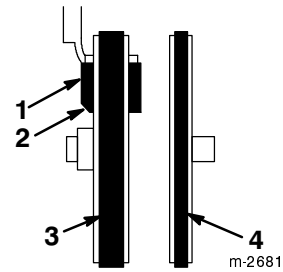

Figure 26
15. Vérifiez que le patin de frein est monté correctement sur le bras de frein. Le pan coupé du patin de frein doit être placé comme illustré à la Figure 26.
12. Vérifiez que le patin de frein est monté correctement sur le bras de frein. Le pan coupé du patin de frein doit être placé comme illustré à la Figure 26.